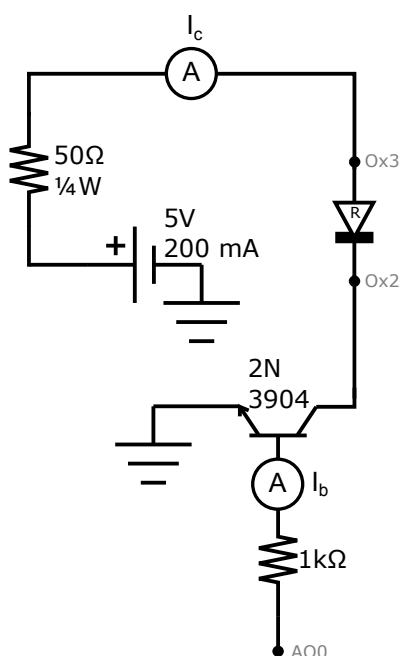

FIGURE 9 – Circuit amplifiant le courant pour la DEL rouge.
1. Faites le circuit montré à la figure 9 sur une platine indépendante (un second "Breadboard"). Utilisez la broche 6 de la carte comme source de tension 5V et la broche 4 de la carte (sortie AO0) pour fournir la tension au transistor. Comme indiqué à la figure 9, utilisez la DEL rouge se trouvant à l'intérieur de l'oxymètre pour faire vos mesures.
2. Prenez d'abord la valeur du courant I_c en appliquant une tension entre 0,8V et 1,4V par incrément de 0,1V. Pour ce faire, placez le multimètre en série à l'endroit approprié dans votre circuit (indiqué par un A sur la figure 9). Pour ces mesures, n'utilisez pas le programme "oxymètre" mais utilisez plutôt MAX (Measurement and Automation). Pour modifier la tension dans MAX, allez dans "My System/Devices and Interfaces/NI-DAQmx Devices/NI PCI-6251" et ouvrez les panneaux de tests. Choisissez "sortie analogique" et le bon numéro de
1. Refaites les manipulations de la dernière section, mais cette fois avec la DEL infrarouge. Pour ce faire, utilisez le circuit de la figure 9 mais en interchangeant la broche Ox3 avec Ox2.